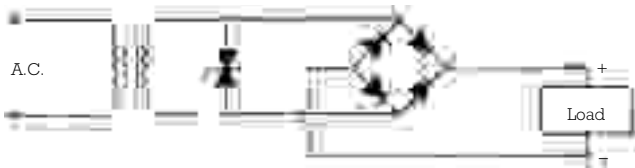

Fig. 21
6.10. A.C. supply protection (Fig. 21)